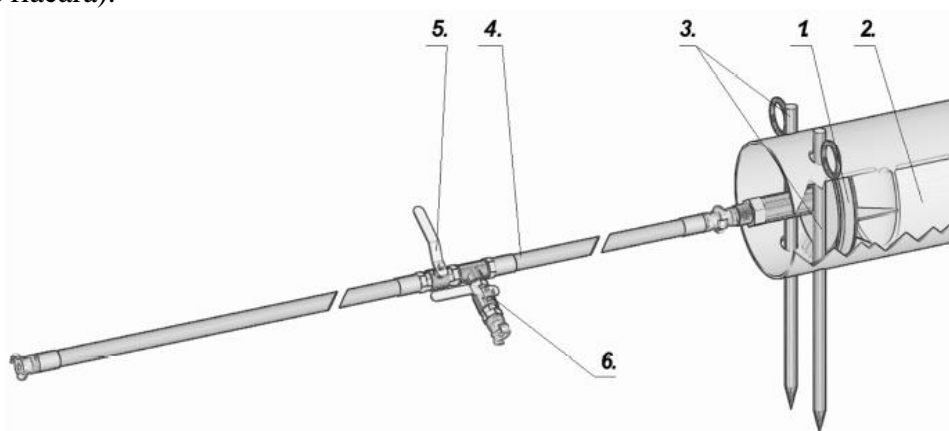

Figura 9.11.1
- k) Schimbati in lubrifiant sensul rachetei MAX (R) in revers.
Pentru a curata tevile, aveti nevoie de urmatoarele: Placa de blocare (1) (marimea utilizata depinde de diametrul tevilor), Piston (2), Bolturi de blocare (3) Pentru fixarea placii de blocare, Furtun de aer (4) cu supape (5,6) (Figura 9.11.1, precum si la nevoie o masina de gaurit sau un aparat de sudura/taiere oxi-acetilenic (cu flacara).